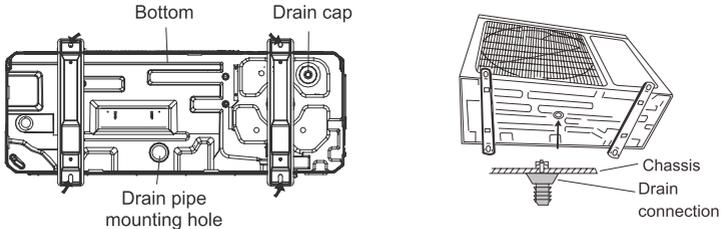

Fig.11
4.2.2. Evacuación de líquidos condensados de la unidad exterior (sólo la unidad de bombeo de calor) (Fig 11)
- (1). Corte la conexión del tubo con un cutter y retire los rebordes.
- (2). Sujete el tubo hacia abajo para evitar que los bordes cortados entren en el tubo.
- (3). Retire las tuercas de la válvula de cierre de la unidad exterior y dentro de la bolsa accesoria de la unidad interior, después introdúzcalos en el tubo de conexión, después de eso, corte el tubo de conexión con una herramienta adecuada.
- (4). Compruebe si el reborde se extiende uniformemente y no hay grietas (vea Fig.11).